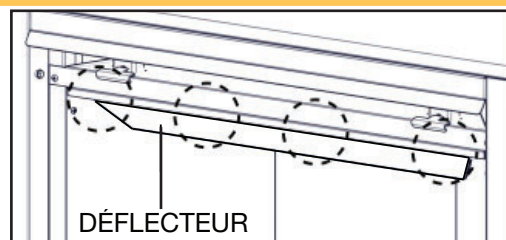

Fig. 1
C. Retirez les quatre vis du déflecteur de l'intérieur de la partie supérieure avant de la chambre de combustion (**Fig. 1**).